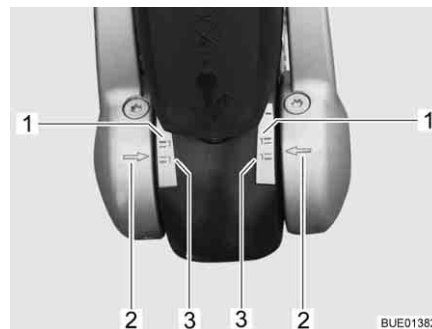

Fig. 209 Indicateur garnitures de friction gauche et droite
- Les garnitures de friction sont comme neuves quand les flèches sur le disque de pression (Fig. 209,2) se trouvent en-deçà ou sur le repère vert (Fig. 209,3).
- Les garnitures de friction sont légèrement usées quand les flèches du disque de pression se trouvent entre les repères (Fig. 209,1 et 3).
- Les garnitures de friction sont usées quand les flèches sur le disque de pression se trouvent sur ou au-delà du repère rouge (Fig. 209,1). Faire changer les garnitures de friction.